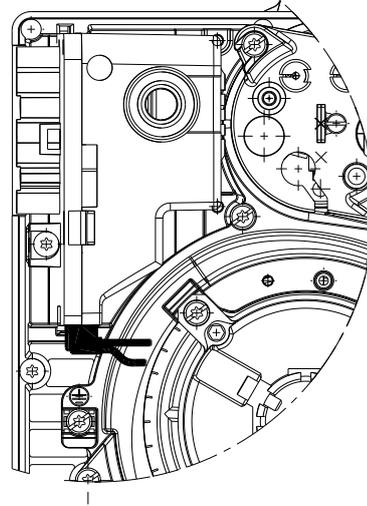

Abb. 24
- Die korrekte Einschaltung der Steckverbinder anhand der Symbole auf der Unterseite der Flammenüberwachungseinrichtung überprüfen: Sich vergewissern, dass die Steckverbinder vollständig eingesteckt sind, indem Sie sie bis zum Anschlag einschieben, jeder in seiner eigenen Position. Alle Steckverbinder müssen mit den Anschlusskabeln zur Innenseite des Brenners gerichtet sein (siehe Abb. 24).